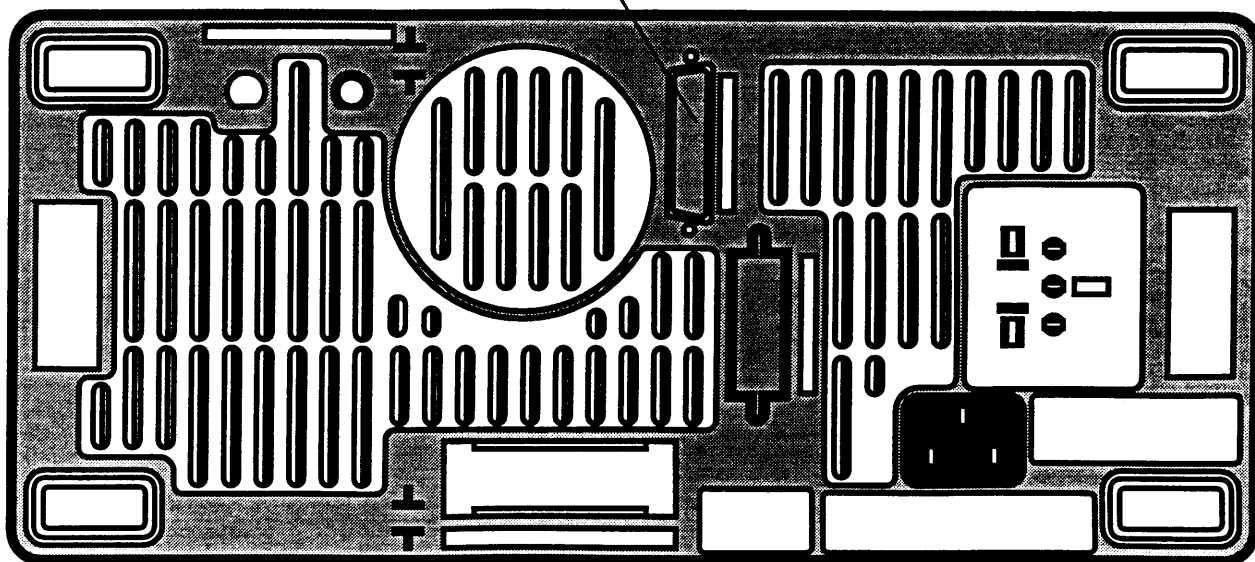

figure 27
- Casser les picots de la partie sécable (figure 27) située sur la face arrière de l'oscilloscope.